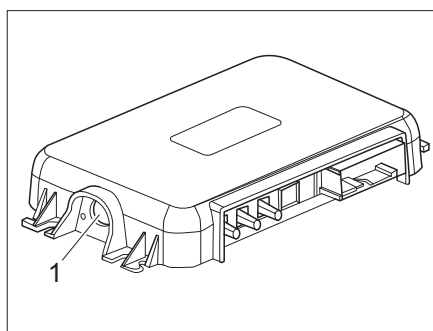

Fig. 278 Tasto di accoppiamento a SCU
- Digitare il tasto di accoppiamento di SCU (Fig. 278,1). Ora il veicolo e il dispositivo mobile sono accoppiati.